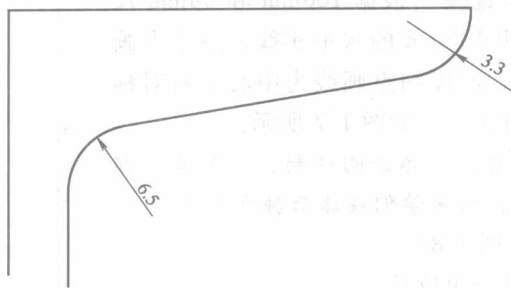

图 1-12 工字钢图形的绘制 (六)
(5) 整理图形 擦去多余线条, 将图形整理清晰, 如图 1-12 所示。